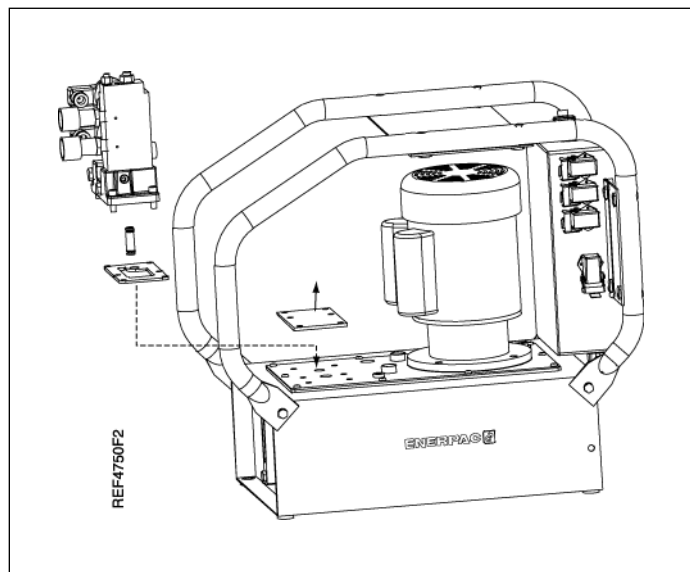

Bild 2
4.1 Montering av ventiler (Bild 2)